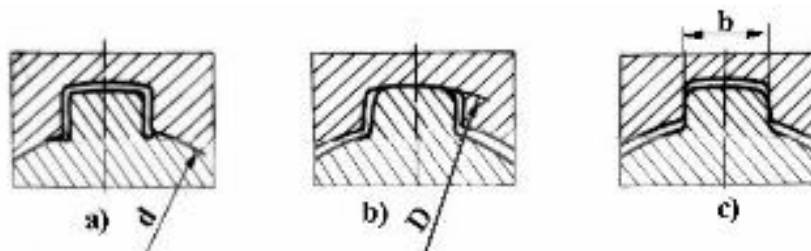

Fig. 3 – Centrajul la asamblări canelate
- ✓ **cu centraj interior** – contactul de centraj are loc pe diametrul interior "d" (Fig.3 - a);
- ✓ **cu centraj exterior** - contactul de centraj se face pe diametrul exterior "D" (Fig.3 - b);
- ✓ **cu centraj lateral** - atunci când contactul de centraj are loc pe flancurile plinurilor (Fig.3 - c).